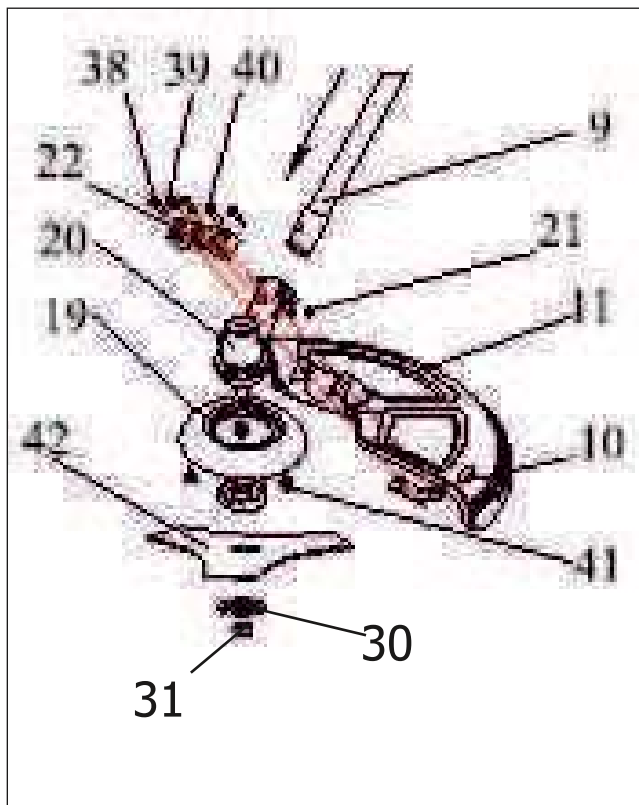

Рис. 7
Установите защитный кожух для работы ножом (рис.7. поз.10) на редуктор (рис.7. поз.20)
С помощью кронштейна (рис.7. поз.22) и винтов (рис.7. поз.38,38,40), закрепите кожух на редукторе (рис.7. поз.20)
- Установите кожух для ножа (рис.7 поз.10).
- Установите нож (рис.7 поз.42) строго по центру верхнего фланца. Установите шайбу (рис.7 поз.30) выступающим центром в сторону ножа. Установите гайку ножа (рис.7 поз.31) закручивая по направлению против часовой стрелки. Нож (рис.7 поз.42) вращается против часовой стрелки.